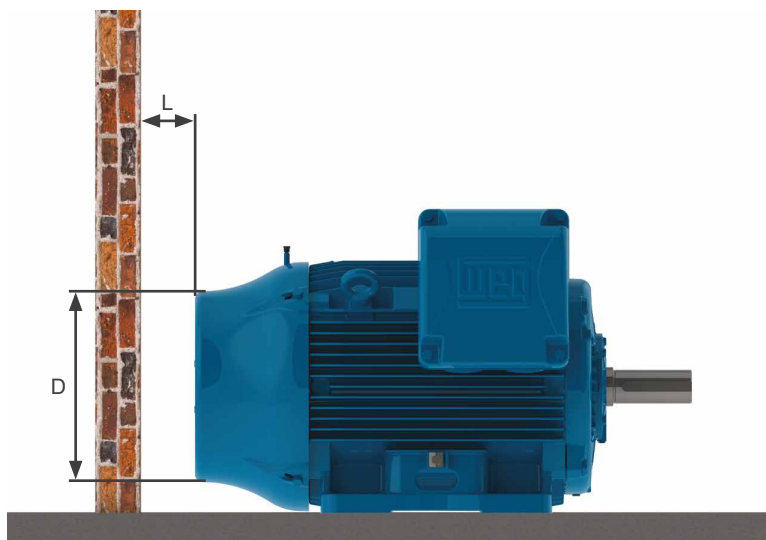

Figura 7.1: Distância mínima do motor até a parede
- Que entradas e saídas de ar estejam completamente desobstruídas. O mínimo espaço livre até a parede mais próxima (L) deve ser $\frac{1}{4}$ do diâmetro da entrada de ar da defletora (D), ver Figura 7.1 na página 227. O ar na entrada do motor deve estar à temperatura ambiente.